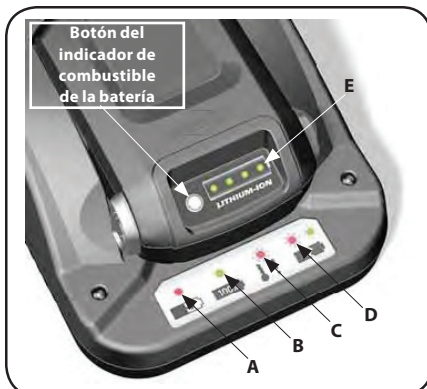

Figura 4-10
**Según sea necesario** - Para comprobar la carga disponible, presione el botón del indicador de combustible de la batería y cárguela si es necesario. Vea la Figura 4-10. Consulte la sección **Indicador de combustible de la batería** en la página 14.